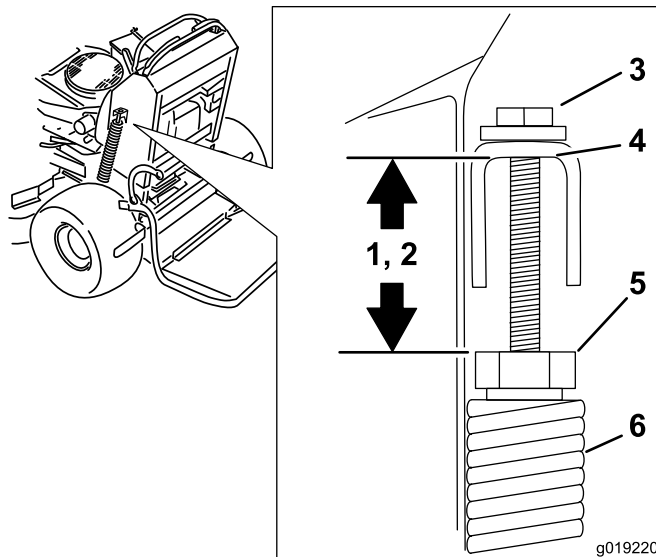

Figura 93
2. Compruebe la distancia entre la tuerca del muelle y el extremo inferior del soporte en U soldado (Figura 93).
3. Asegúrese de que la longitud es de 47–50 mm (1.8–2 pulgadas) para carcassas de corte de 122 y 132 cm (48 y 52 pulgadas) y de 43–46 mm (1.7–1.8 pulgadas) para carcassas de cortacésped de 152 cm (60 pulgadas) (Figura 93).
4. Si es necesario, ajuste la distancia ajustando el perno situado encima del soporte en U (Figura 93).